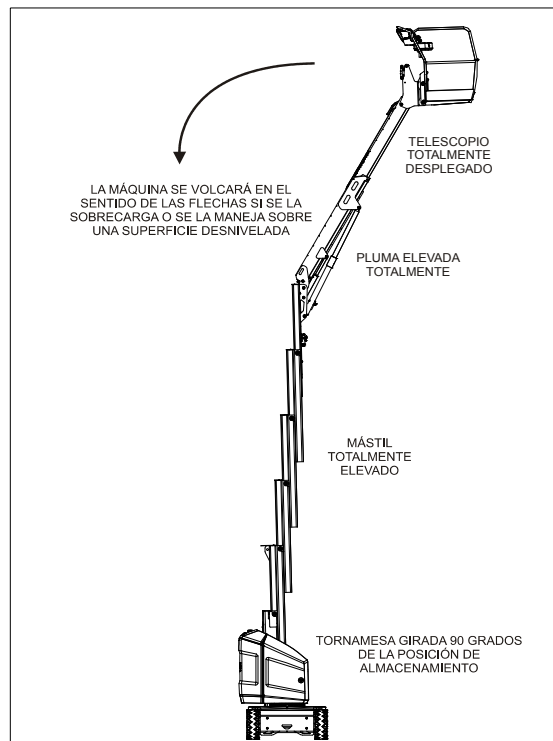
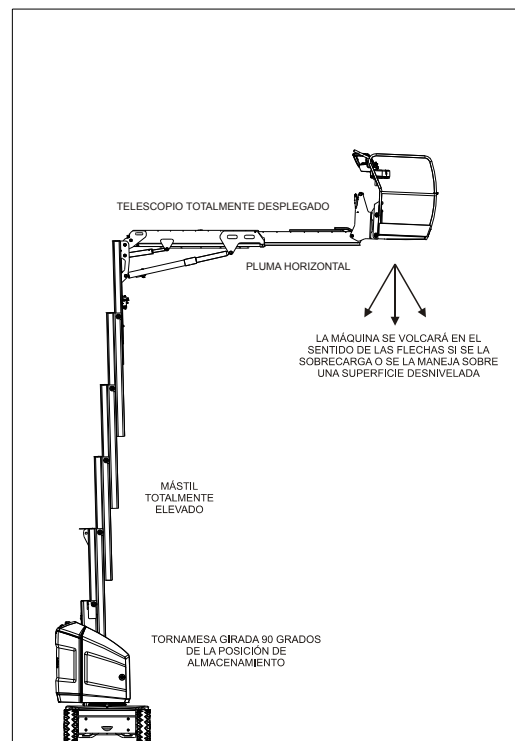

Figura 3-1. Posición de menor estabilidad trasera
Figura 3-2. Posición de estabilidad delantera mínima
La estabilidad de la máquina depende de dos (2) condiciones, las cuales se denominan estabilidad DELANTERA y estabilidad TRASERA. La posición de la máquina que ofrece la estabilidad DELANTERA mínima se ilustra en la Figura 3-2.; la posición que ofrece la estabilidad TRASERA mínima se ilustra en la Figura 3-1.